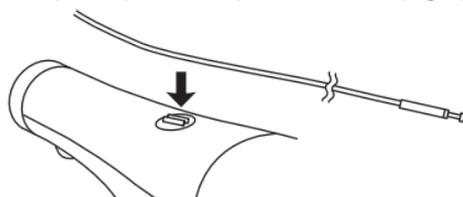

Fig. 2
- 3) Insira o Cabo de Conexão na fenda do Grampo do Cabo de Conexão. Ajuste a tensão do Cabo de Conexão entre a cabeça e o Grampo do Cabo de Conexão para que não fiquem frouxos. (Fig.2)